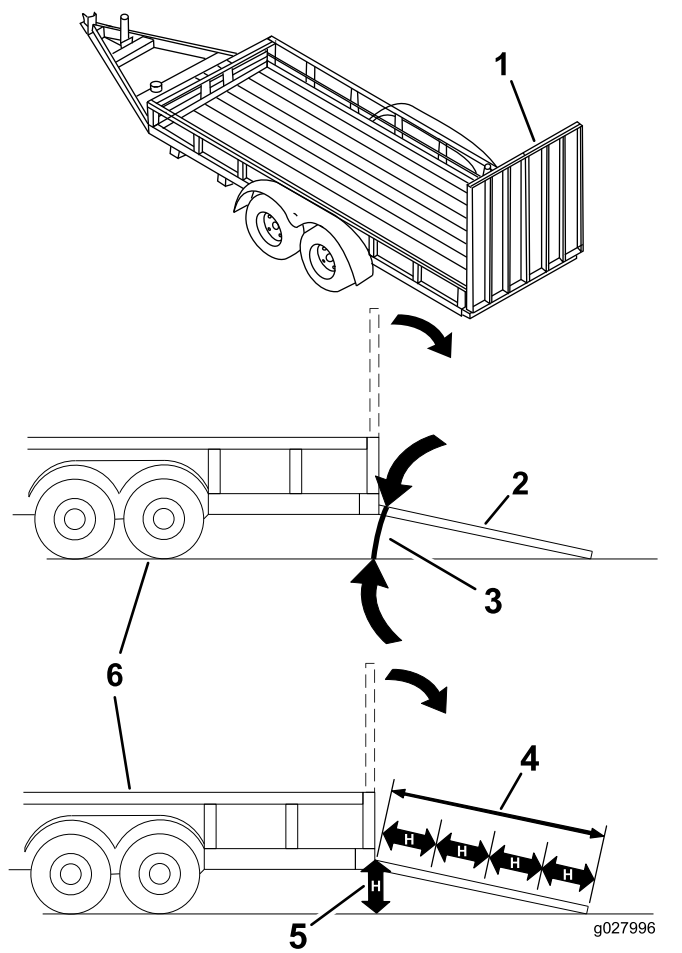

Figura 35
Încărcarea unei maini pe o remorcă sau un camion crește riscul de răsturnare i poate cauza răni grave sau moartea (**Figura 35**).
3. Coborâi rampa, asigurându-vă că unghiul dintre rampă i sol nu depăește 15 grade (Figura 35).
1. Coborâi rampa, asigurându-vă că unghiul dintre rampă i sol nu depăește 15 grade (Figura 35).